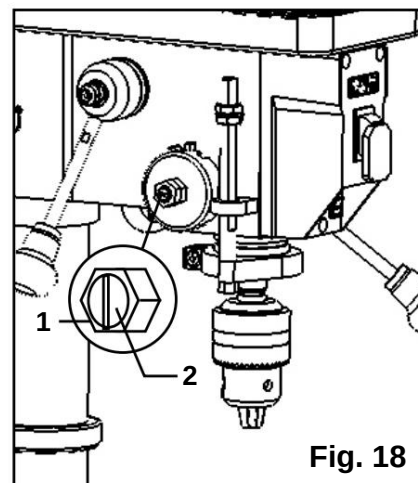

Fig. 18
VINKTIG "SPEL" PÅ SPINDELN (FIG. 18)
1. Lossa den yttre muttern (fig. 18 - 1) ca 1/8 tum.
2. Utan att hindra spindelns rörelse uppåt och nedåt, vrid skruven (fig. 18 - 2) medurs för att eliminera "spelet".
3. Dra åt låsmuttern (fig. 18 - 1).